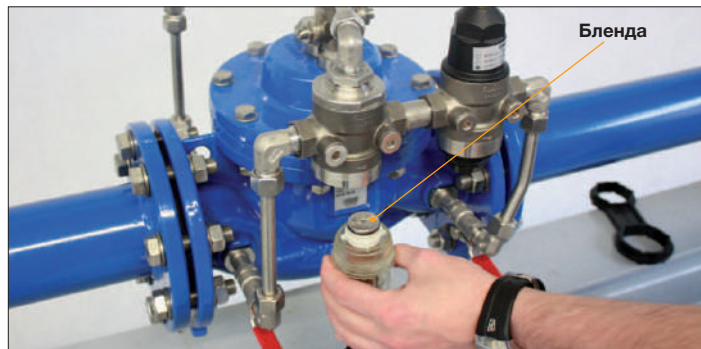

Рис. 40: Внутренние части фильтра
4. Вытащить внутренние части фильтра (рис. 40).